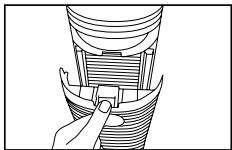

Fig. 5
1. Abra la rejilla trasera empujando suavemente hacia abajo la lengüeta que se encuentra en la parte superior de la placa de la rejilla. Fig. 5
2. Abra la placa hacia afuera hasta que las lengüetas de la parte inferior de la placa de la rejilla se deslicen fácilmente por la unidad. Fig. 5